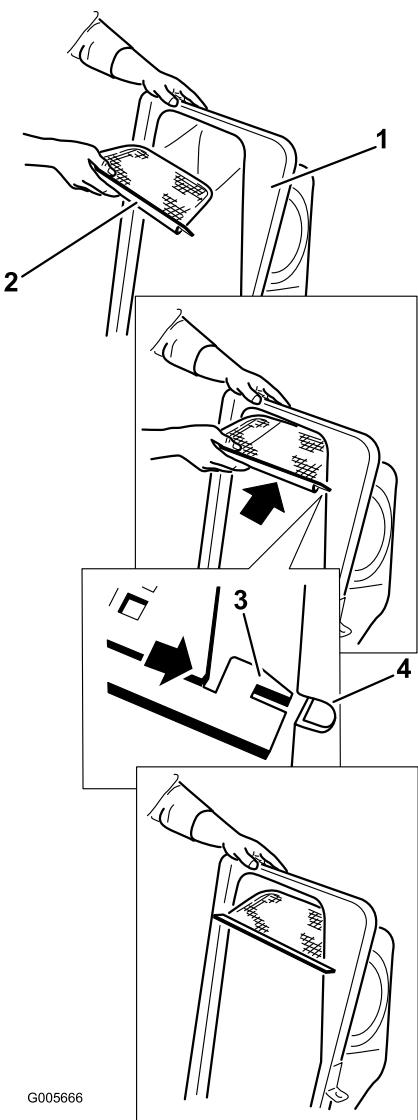

Bild 10
- Setzen Sie das Gitter so ein, wie in Bild 10 abgebildet, dass es sich nach unten zu den Grasfangkörben neigt.